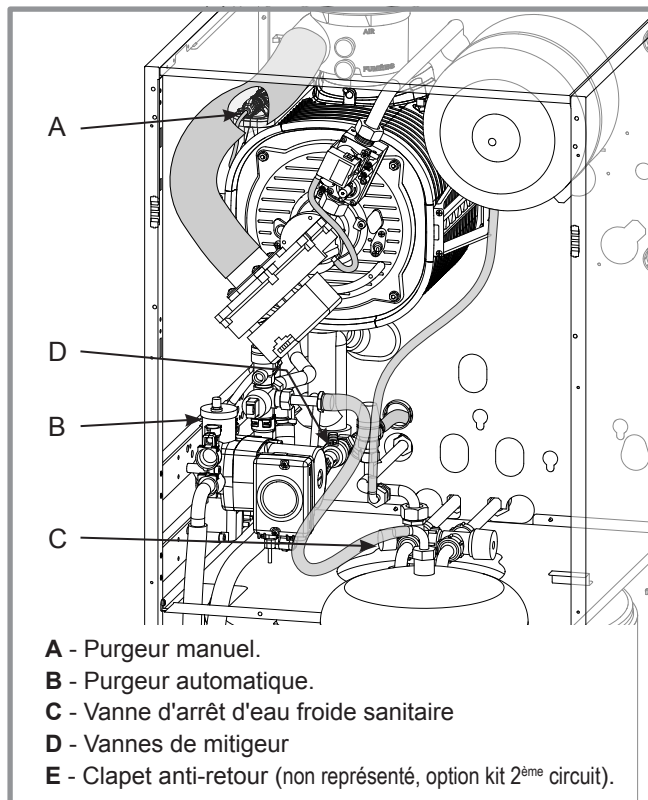

figure 38 - Purgeurs et clapet antiretour
- **9** - Fermer les vannes d'isolement départ et retour de la chaudière et ouvrir le purgeur automatique (rep.B, *figure 38*).
(Purgeur manuel, rep. A, *figure 38*).
(Purgeur automatique, rep. B, *figure 38*).